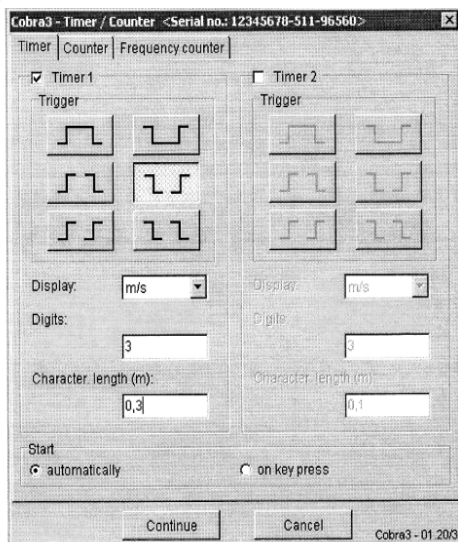

Рис. 3. Окно программы для измерения скорости звука.
Для измерения частоты запустите программу „Timer / Counter" и установите параметры, показанные на рис. 3.
Звуковой импульс генерируется путем удара двух металлических прутьев друг о друга. Во время этого замыкается электрический контакт, что запускает работу первого таймера (Timer 1). После того, как звук прошел расстояние  $s$ , звуковой импульс регистрируется микрофоном. В этот момент первый таймер выключается. Если расстояние, пройденное звуком, задано заранее (см. рис. 3), то в каждом опыте непосредственно определяется время распространения звука и его скорость  $v = S/t$ .
3. Для измерения частоты запустите программу „Timer / Counter" и установите параметры, показанные на рис. 3.